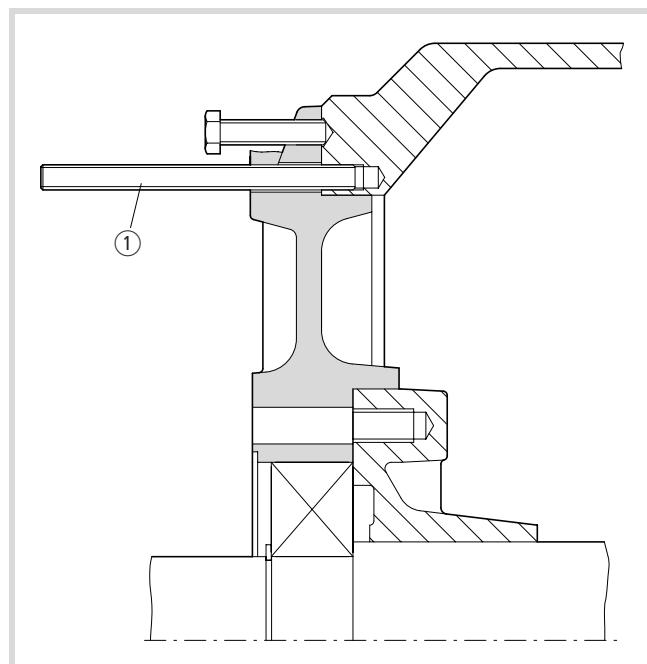

Abbildung 10: Lagerschild vom Lager drücken
- Sichern Sie den Lagerschild, z. B. mit Gewindestangen ① in den Schraubenlöchern.
- Drücken Sie mit Hilfe der Abdrückgewindelöcher den Lagerschild aus der Gehäusezentrierung und vom Wälzlagerring (→ Abb. 10).